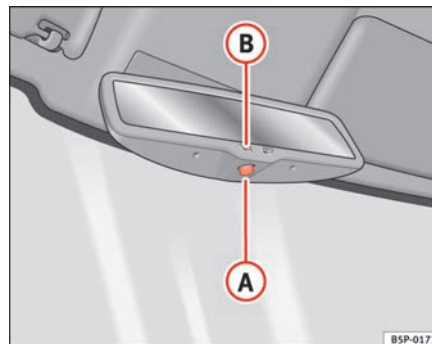

Abb. 86 Automatisch abblendbarer Innenspiegel
- Drücken Sie die Taste **A** ⇒ Seite 128, Abb. 86. Die Kontrollleuchte **B** erlischt.
- Drücken Sie die Taste **A** ⇒ Seite 128, Abb. 86. Kontrollleuchte leuchtet auf.